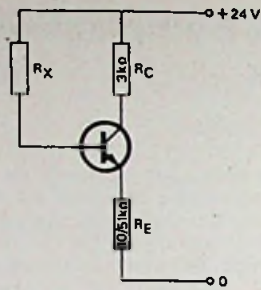

Fig. 7.
3. Van de transistor uit fig. 7 kan de basisemitterspanning worden gesteld op 0,5 V, onafhankelijk van de waarde van *I_E*. Verder bedraagt de stroomversterkingsfactor $\alpha_E = 50$. Bepaal de waarden van *I_B* en die van *R_X* waarbij de dissipatie 40 mW bedraagt. (De bijdrage van de basisstroom aan de dissipatie mag worden verwaarloosd).